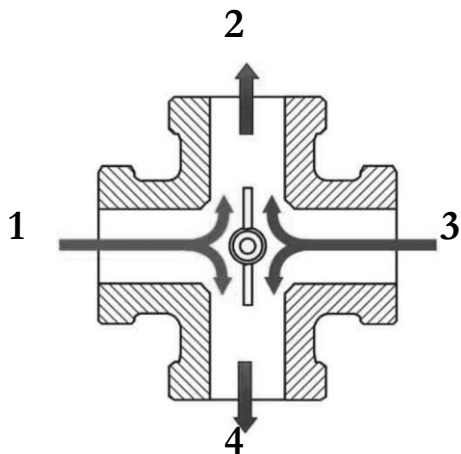

Рис. 7. Четырёхходовой смесительный клапан
Примерные схемы системы с использованием смесительных клапанов и объяснением их функций представлены на Рис.7 ÷ 9.
Рис.7а. Пример установки смесительного четырехходового клапана.
- 8) Котёл должен быть эксплуатирован с температурой подачи воды 65°C - 80°C и возврата мин. 55°C. В случае, когда температура возврата теплоносителя ниже, может образовываться конденсат, особенно поблизости патрубка возврата теплоносителя и канала газов сгорания около дымохода, это явление увеличивает коррозию и уменьшает срок службы котла. Чтобы уменьшить данные явления, котёл должен работать при более высоких установках и должны использоваться трехходовые или четырехходовые клапаны, см. рис. 7 ÷ 9.